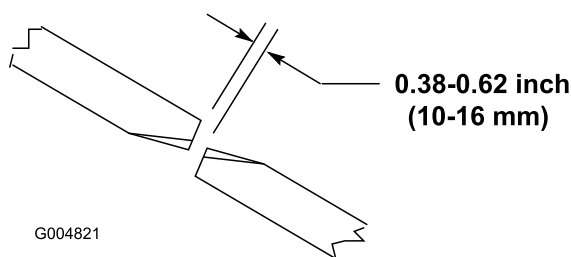

Figura 28
Per garantire il funzionamento ottimale dell'apparato di taglio occorre una luce di 10-16 mm tra la punta delle lame degli apparati di taglio laterali e quelle dell'apparato centrale (Figura 28).
2. Ruotate una lama centrale ed una laterale adiacente in modo che le punte delle loro lame siano allineate. Misurate la distanza tra le punte delle lame, che deve essere di 10-16 mm circa (Figura 28).